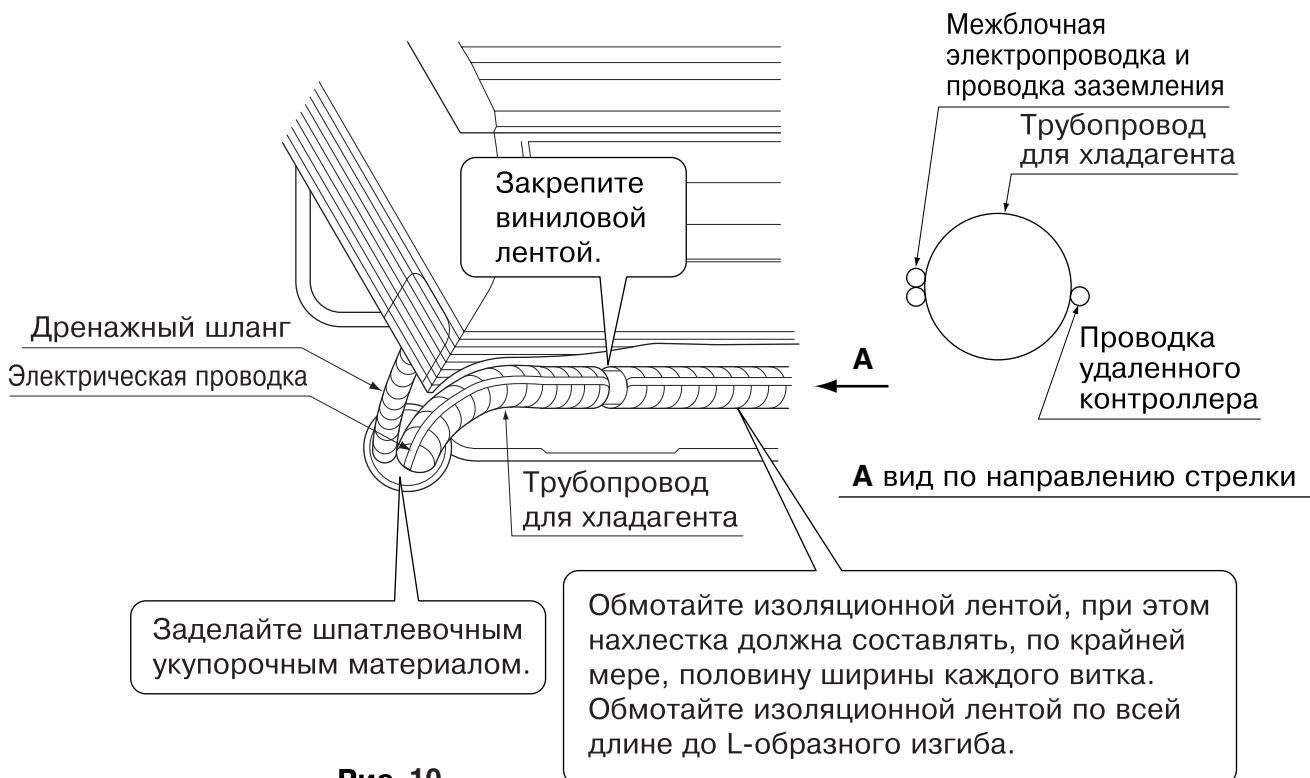

Рис. 10
(8) Подсоедините трубопроводы. (См. раздел “5. РАБОТА С ТРУБОПРОВОДОМ ДЛЯ ХЛАДАГЕНТА” и рис. 10)
- Во избежание влияния шумов линии подачи питания на проводку удаленного контроллера, эту проводку следует располагать как можно дальше от проводки блоков/заземления. Располагайте электропроводку между блоками и проводку заземления вместе, как показано на Рис. 10. Располагайте проводку удаленного контроллера на достаточном расстоянии от межблочной электропроводки / проводки заземления (то есть, на другой стороне проводки заземления межблочной электропроводки). После этого надежно закрепите их на трубопроводе для хладагента.